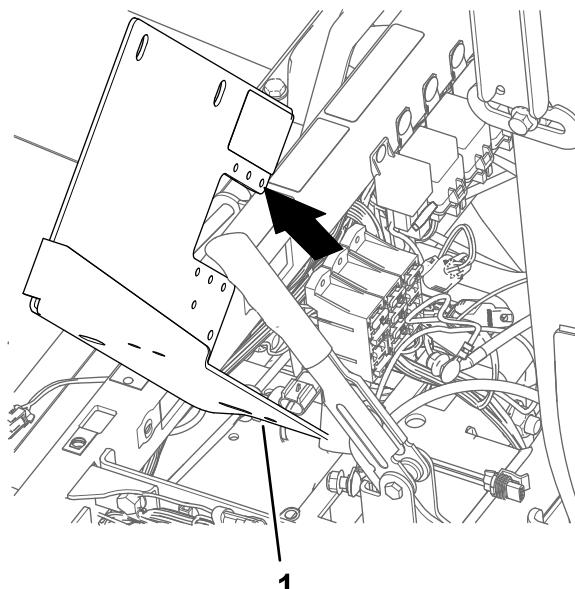

Figura 172
6. Remova o suporte da bateria da máquina (Figura 172).